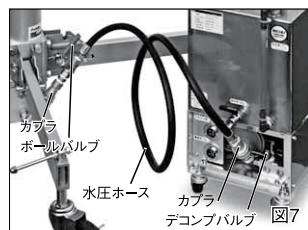
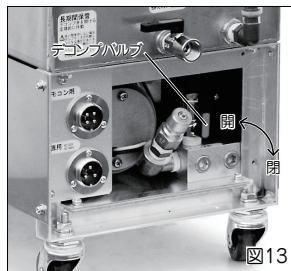
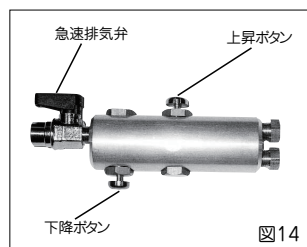
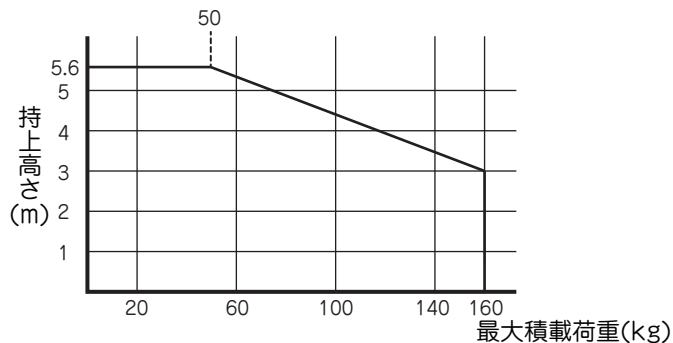

図7
図13
図14
図18
カプラ(メス)のスリーブ(外周のリング)手前に引きながらカプラ(オス)に差し込みますと、スリーブはバネでカチッと収まります。ホース両側を引っ張って、抜けがないか確認してください。(図7)
- ①電源コードのプラグを電源に差込みます。
- ②ポンプユニットのデコンパバルブを右に回して閉じ、水圧ホースのボールバルブを開きます。（図14）
- ③アッパー本体上部にあるエア抜きバルブを押して、リモコンスイッチの上昇ボタンを押してください。気泡が抜けて水が出るようになったらバルブを離してください。
- ④アッパー本体のキャスターをすべてロックしてください。荷受プレートまたは木製天板の上に荷物を載せます。
- ⑤荷重は中心にかかるようセットしてください。円筒形のものを持ち上げる場合は特にご注意ください。
- ⑥安全確保のため、19ページ図18の荷重範囲でご使用ください。
- ⑦リモコンスイッチの上昇ボタンを押し続けるとシリンダは上昇し、離すと止まります。下降ボタンを押し続けるとシリンダは下降し、離すと止まります。
- ⑧上昇（下降）時に速度調整をしたり精密な位置で停止したいときは、水圧ホースのボールバルブのレバー図7を調節しリモコンスイッチの上昇（下降）ボタンを押したり離したりしてご利用ください。
⑨長時間止めておく場合は、水圧ホースのボールバルブを開けてください。
⑩下降時に微速が必要なとき、高精度で止めたいときは、デコンパバルブを手動で操作してご使用ください。(図13)
⑪作業終了時、シリンダを下降させたいときは、デコンパバルブを開いてください。リモコンスイッチの下降ボタンを押し続けなくてもシリンダは自然に下降します。(図13)
- ①各部の取付け及び接続が完全かどうか確認してください。
- ②アッパー本体のキャスターをすべてロックしてください。荷受けプレートまたは木製天板の上に荷物を載せます。
- ③荷重は中心にかかるようセットしてください。
- ④安全確保のため、19ページ図18の荷重範囲でご使用ください。
- ①ボンベのバルブをゆっくり開いてください。この時、バルブを早く開けないでください。
- ②コントロールスイッチの上昇ボタンを押し続けるとシリンダは上昇し、離すと止まります。下降ボタンを押し続けるとシリンダは下降し、離すと止まります。(図14)
- ③上昇時の速度調整をしたい時は、上昇ボタンの押し具合で調整できます。また、荷物の希望の高さに到着する前に離して、小刻みに上昇ボタンを操作し高さを調整してください。
- ④シリンダを下降させるときは、図14の急速排気弁を開けます。
- ①電源コードのプラグを電源に差し込みます。
- ②ポンプユニットのデコンパバルブを右に回して閉じ、水圧ホースのボールバルブを開きます。（図13）
安全確保のため図18の荷重範囲でご使用ください。